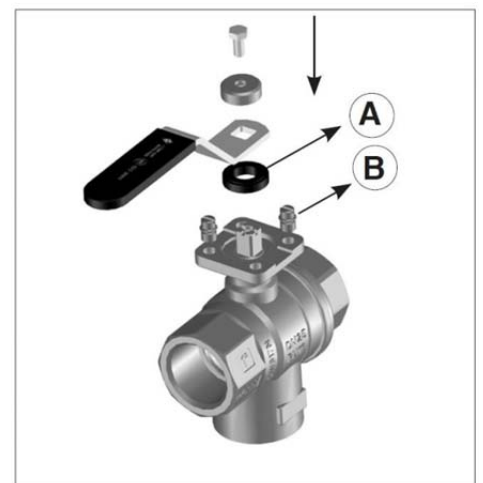

ABB. 3
- Die Fähigkeit zur Installation des Bedienhebels in mehrere Positionen (Abb. 3) ermöglicht die Umleitung des Durchflusses zur Erzielung der verschiedenen Konfigurationen, die in den unteren Diagrammen gezeigt sind.
- Setzen Sie die reibungsdämpfende Dichtung (A) und den Hebel in die Ventilspindel (Abb. 3) ein.
- Bewegen Sie das Ventil nach Bedarf, wobei die Anschlagstifte (B) in die zwei Anschlagscheibebepositionen am Hebel selbst einzuführen sind.
- Schrauben Sie den Hebel mit der mitgelieferten Kappe und Schraube (Abb. 3) fest.